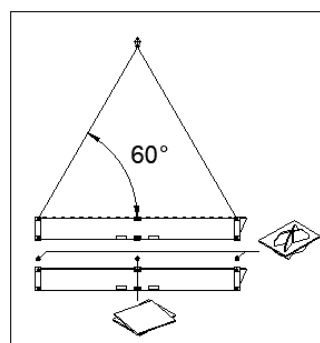

Abbildung 2
5. Zwischen den einzelnen Fäkalientanks (bei 10' und 20') sind an den äußeren Containerecken Zentrierelemente (Stacking Cones) und mittig zwischen Dachlängs- und Bodenlängsträger Unterlegsplatten (nur bei 20') zu verwenden, siehe Abbildung 2.